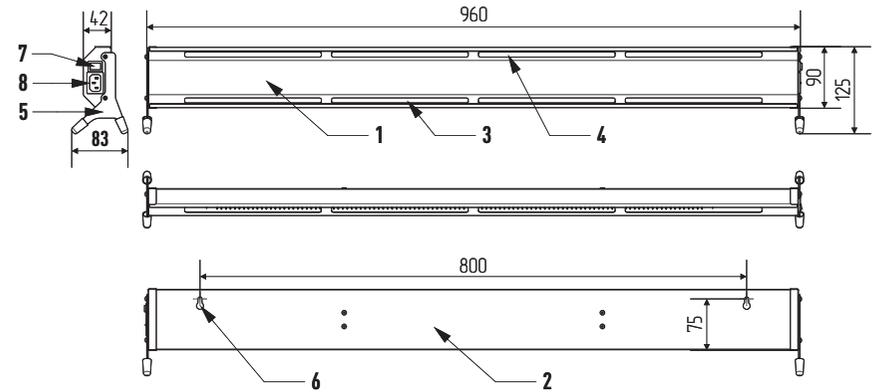

Рисунок 4. Габаритный чертеж и элементы конструкции электрического обогревателя.
Конвектор (см. рис. 4) представляет собой металлический корпус, состоящий из передней панели (1) и задней панели (2), внутри которого на шасси расположен электронагревательный элемент (на чертеже не показан). На боковой поверхности корпуса расположен рокерный переключатель (клавишный выключатель) с подсветкой (7).
Для модели KN-45 свободное пространство над конвектором – не менее 150 мм (см. рис. 7). Для монтажа конвектора на стене с помощью уровня и рулетки (линейки) следует разметить отверстия. Межцентровое расстояние посадочных отверстий указано на чертеже (см. рис. 4).